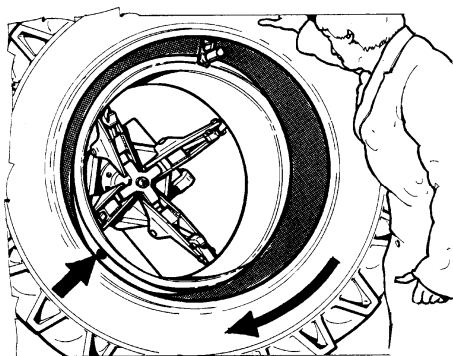

Рис.50
- Установите крюк, как показано на Рис. 50. Край крюка должен быть отведен от закраины обода в радиальном направлении примерно на 2-3 см (1 дюйм) и отведен примерно на 2-3 см (1 дюйм) во внешнем направлении.